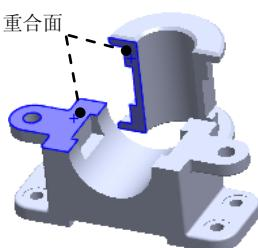

图 7.11.3 选取重合面(一)
(1) 引入零件。选择下拉菜单 **插入(I)** → **零部件(O)** → **现有零件/装配体(E)...** 命令（或在“装配体”工具栏中单击 按钮），系统弹出“插入零部件”和“打开”对话框。在“打开”对话框中选取 sleeve.SLDPRT，单击 **打开** 按钮；将零件放置到图 7.11.3 所示的位置。
(2) 添加配合，使零件完全定位。
① 选择命令。选择下拉菜单 **插入(I)** → **配合(M)...** 命令（或在“装配体”工具栏中单击 按钮），系统弹出“配合”对话框。
② 添加“重合”配合。单击“配合”对话框中的 按钮，选取如图 7.11.3 所示的两个面为重合面，在弹出的快捷工具条中单击 按钮，再单击 **√** 按钮。